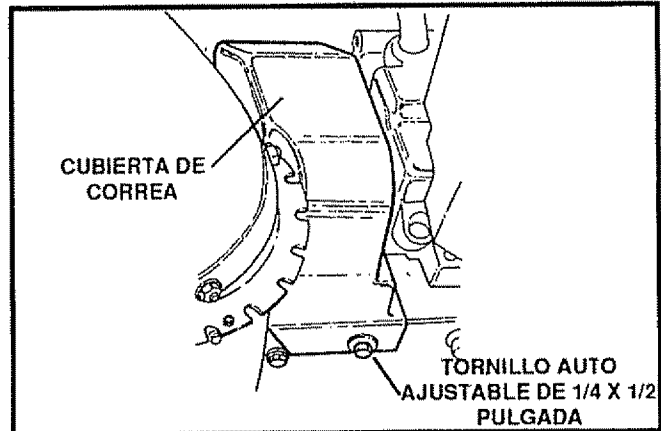

FIG. 28
- Remueva la cubierta de la correa (Véase Fig. 28, página 20).
- Remueva la cubierta de la correa (Véase Fig 28)
- Remueva la cubierta de la correa (Véase Fig 28 on pagina 20).
- Remueva la cubierta de la correa (Véase Fig 28 on pagina 20)